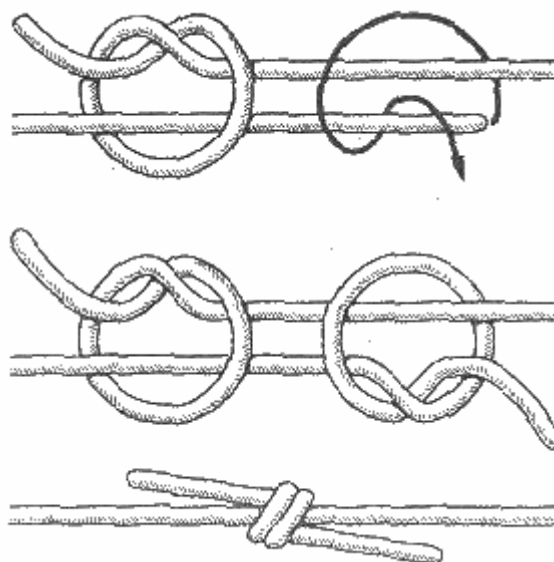

Рис. 33. Рыбацкий узел
**Рыбацкий узел** (рис. 33). В России этот узел издавна имел три названия - лесовой, рыбацкий и английский. В Англии его называют английским, в Америке - речным или водницким узлом.